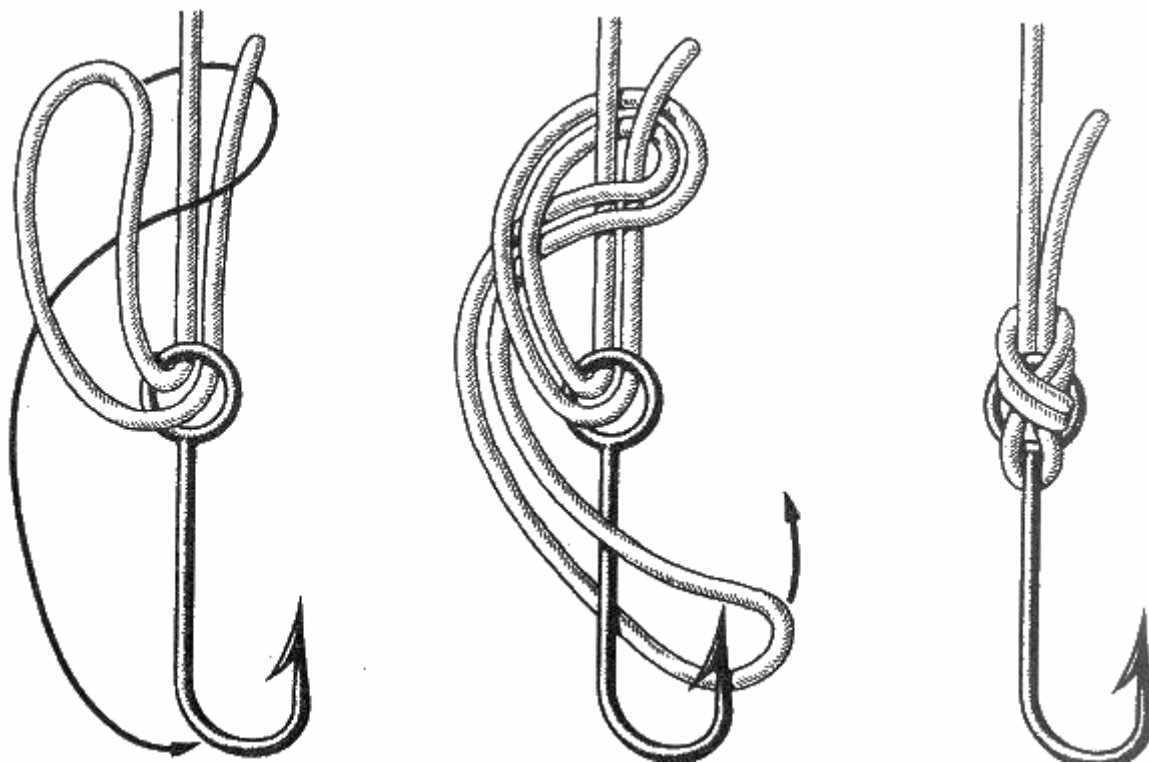

Рис. 124. Калифорнийский узел
**Калифорнийский узел** (рис. 124). Его придумали лет тридцать назад рыболовы-любители в Калифорнии для привязывания крючков, вертлюгов и грузил к нейлоновой леске. Он сравнительно прост, вполне надежен, но не очень компактен.